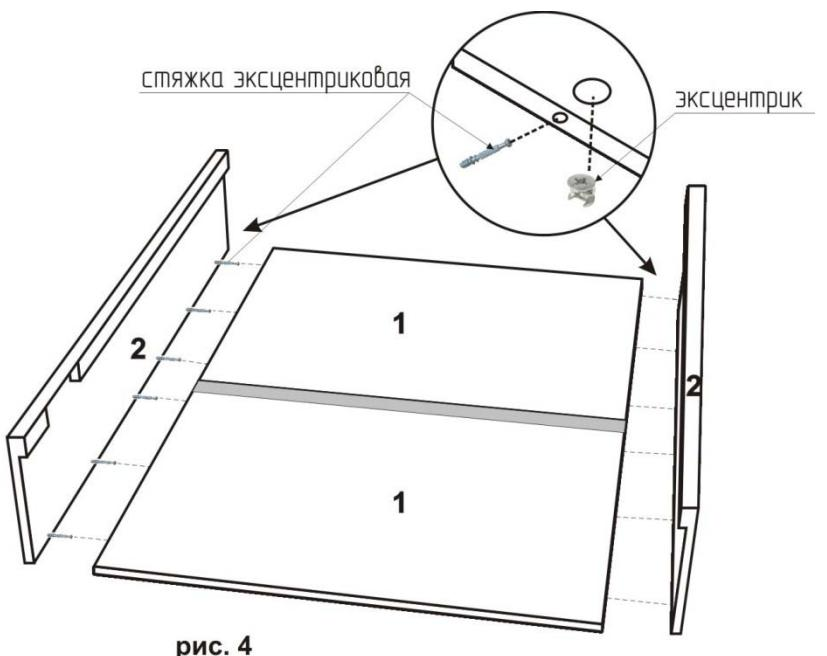

рис. 4
4. Закрепить боковины (2) с помощью эксцентриков и эксцентриковой стяжки (рис.4).